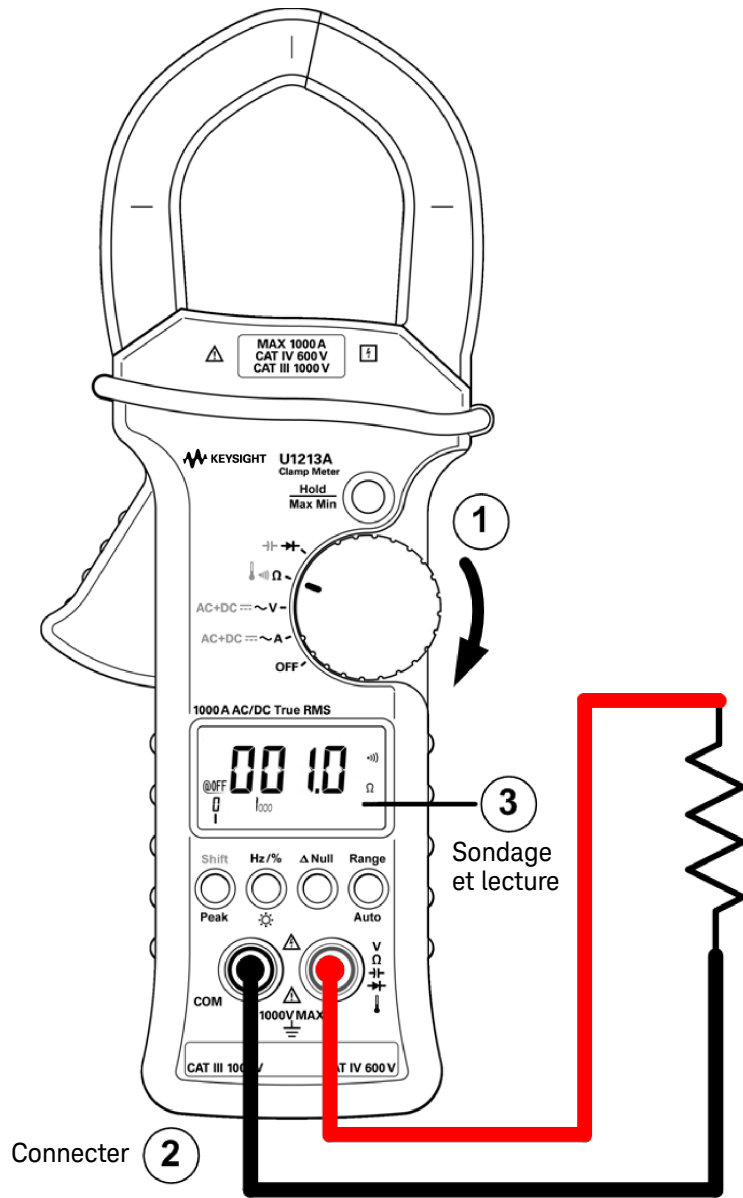

Figure 2-4 Test de continuité
- 4 Pour effectuer le test de continuité, appuyez une fois sur **Shift**. (voir Figure 2-4 à la page 42). L'alarme retentit si la résistance est inférieure à 10,0 Ω .